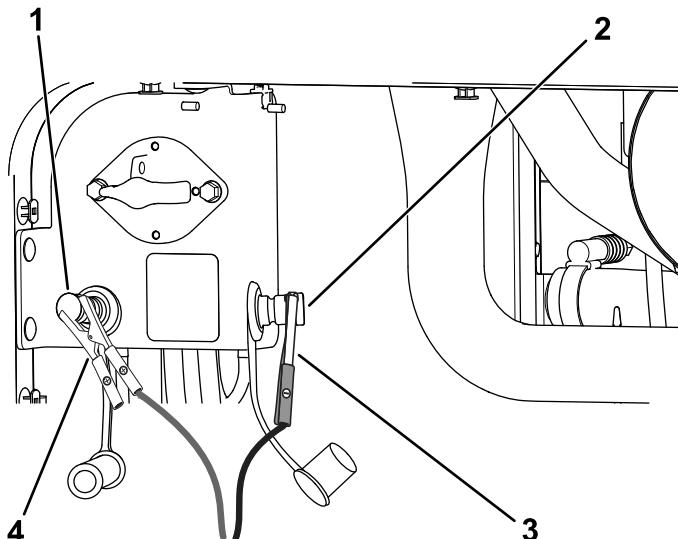

Figura 99
4. Collegate il cavo di avviamento positivo (+) al polo di avviamento positivo (Figura 99).
5. Collegate il cavo di avviamento negativo (-) al polo di avviamento negativo (Figura 99).
negativo (-) dal polo di avviamento negativo e che, successivamente, scolleghi il cavo di avviamento positivo (+) (Figura 99).